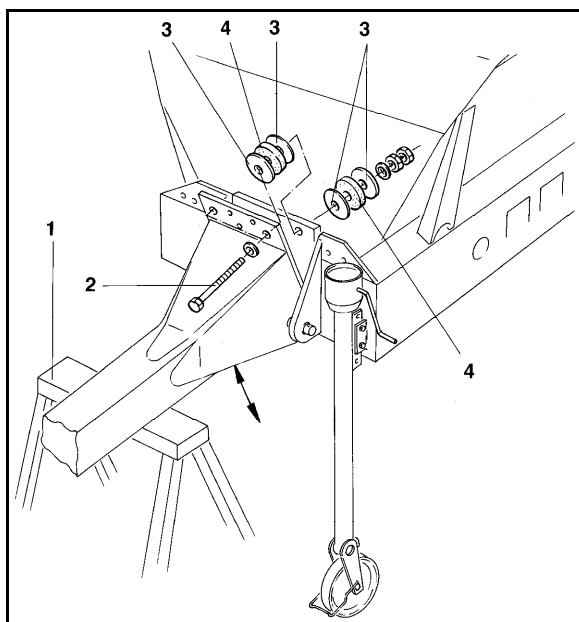

Рис. 49
2. Установите дышло на неподвижную опору (Рис. 49/1) и выверните оба крепёжных болта (Рис. 49/2).
3. Регулировать высоту дышла можно с помощью распорных шайб (Рис. 49/3). Убирать промежуточные элементы (Рис. 49/4) запрещается. Они гасят удары, передаваемые от трактора на распределитель.